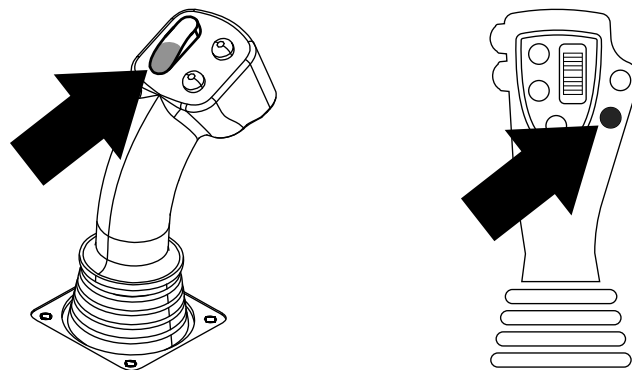
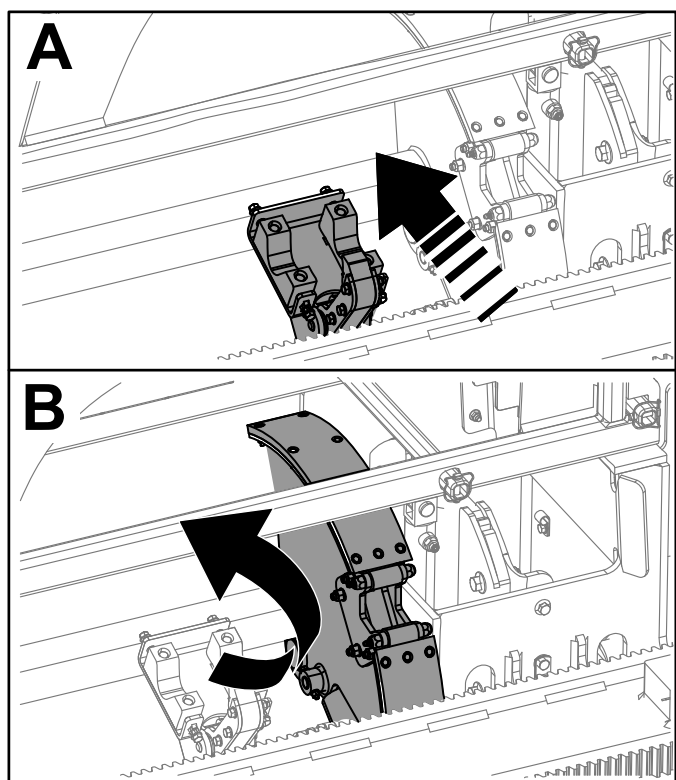

Figure 46
Figure 47
11. Maintenez enfoncé le bouton inférieur droit sur le levier de commande à 8 boutons (Figure 10) ou sur le bas de l'interrupteur à bascule (Figure 46) sur le levier de commande à 4 boutons jusqu'à ce que les bras du chargeur tournent en sens inverse et que la came retourne à la position de repos (rangée 4) (Figure 47).